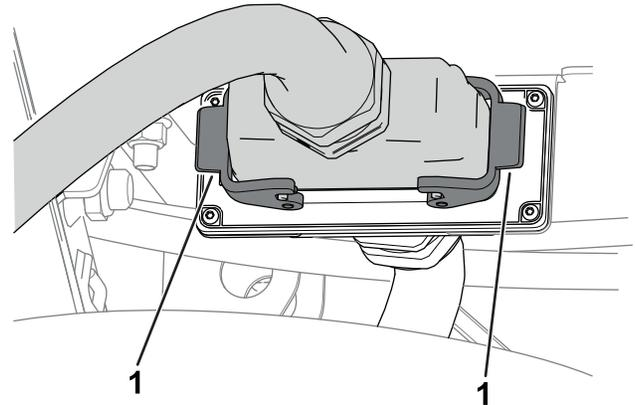

Bild 5
7. Sichern Sie die Verbindung mit den Verschlüssen (Bild 5).